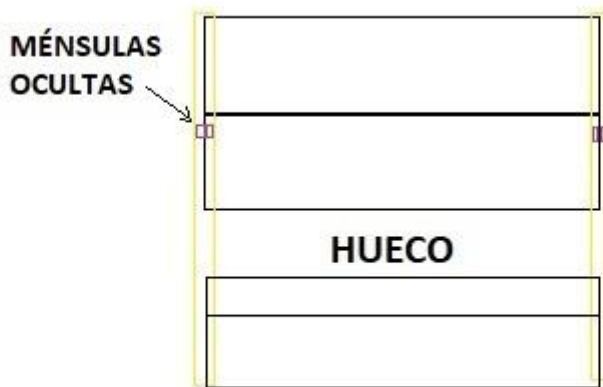

fig 3
- B) Los pilares disponían de unas ménsulas con capacidad para soportar el peso de los dos paneles de arriba del hueco (fig3)